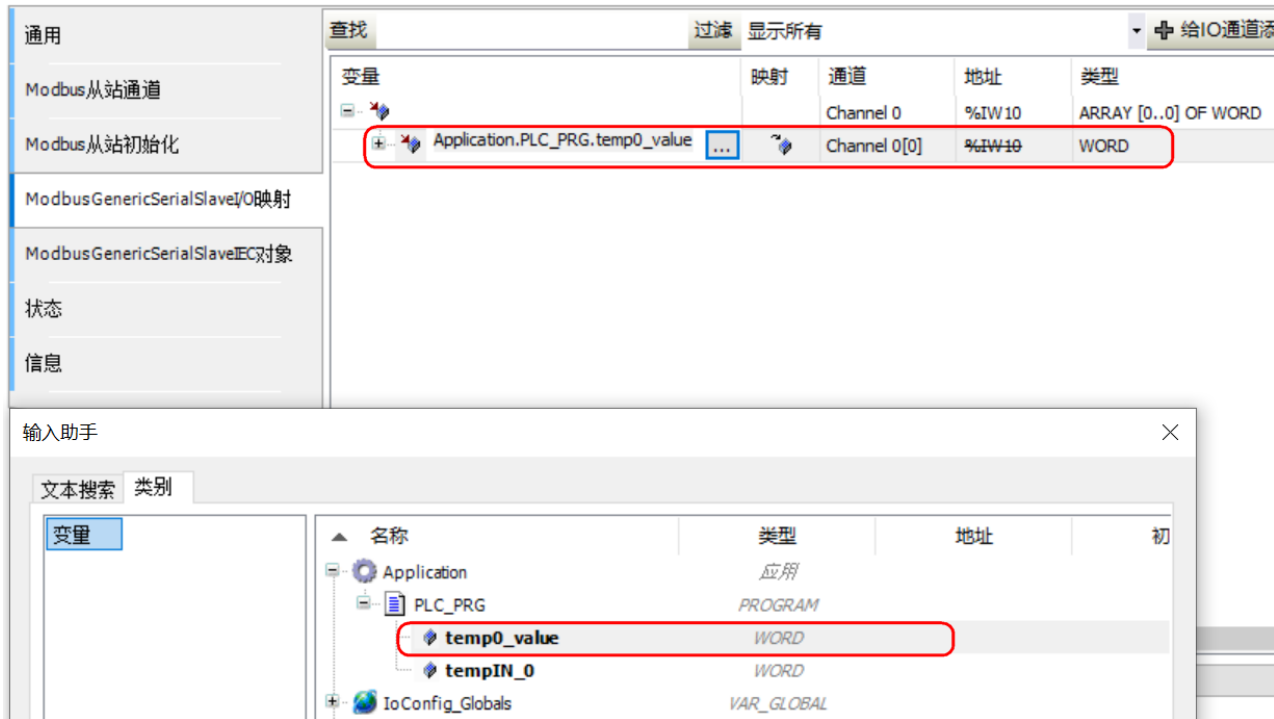

图 11 IO 映射
- 9) 双击编程界面左侧“EC400_MSLAVE（Modbus Slave）”项，将程序中定义的映射变量 temp0_value 映射到 Channel 0 通道，如图 11。